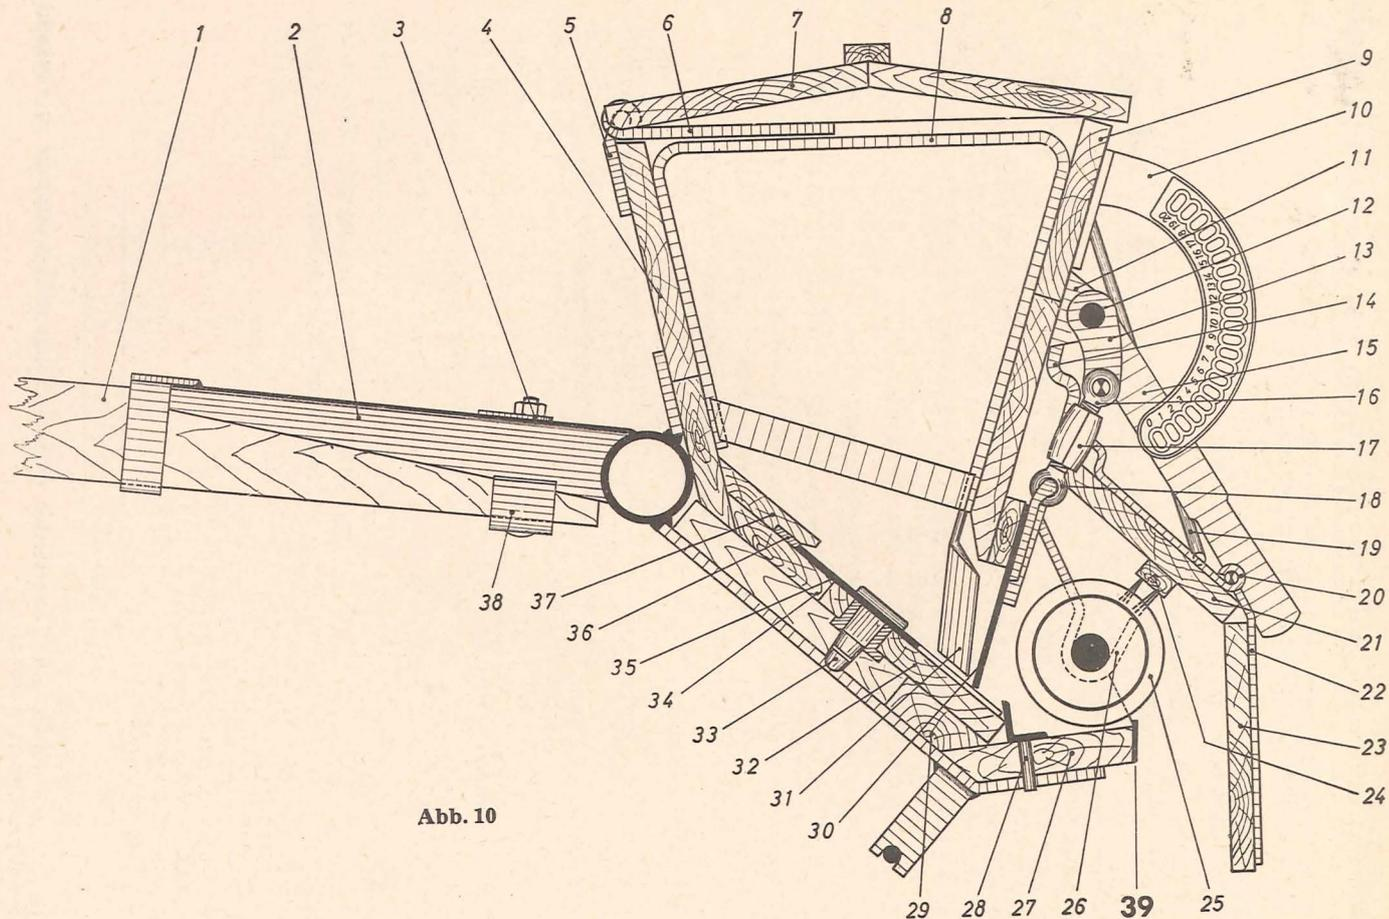

Abb. 10
1. Hemmschiene, s. Abb. 10/28.